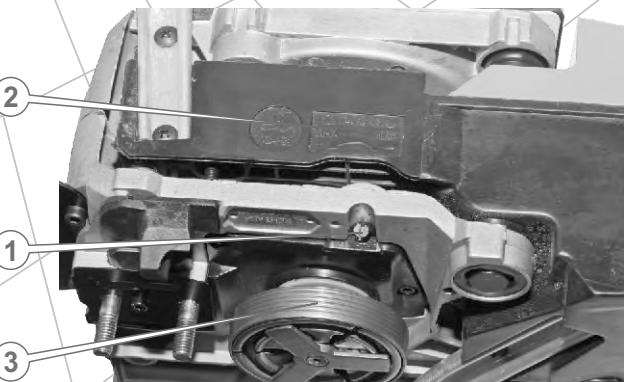

Рис. 13
Шлиц штока масляного насоса (1) расположен на донной части бензопилы под муфтой сцепления (3) (см. рис. 13).
2. Отрегулируйте подачу масла на цепь согласно указателю (2), промаркованному на донной части бензопилы (см. рис. 13).